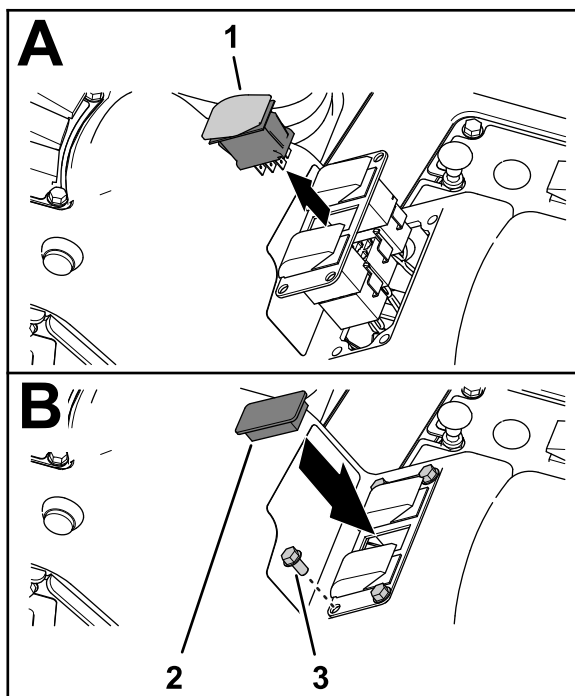

図 32
2. レート制御スイッチのロックタブをつまんで、スイッチを 3 スイッチパネルから押し出す 図 32。
5. 3 スイッチパネルを制御コンソールに組み付ける 図 32 ステップ 1 で取り外したフランジヘッドねじ 1/4 x 1/2 インチ 4 本を使用する。